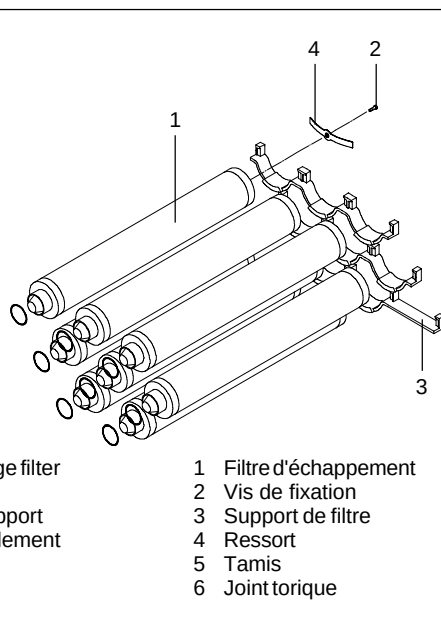

Fig. 9.2
4. Reinigung des Gasballastventiles (Fig. 9.2)
4. Cleaning of gas ballast valve (Fig. 9.2)
4. Nettoyage du lest d'air (Fig. 9.2)